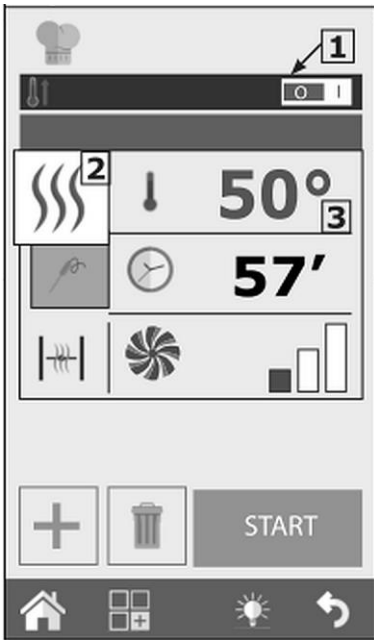
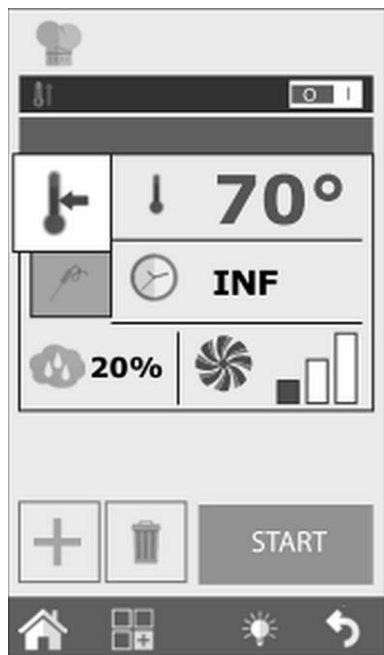

Fig. 10
Fig. 15
La touche 2 (Fig. 10) est réglée par défaut sur le mode de cuisson **Convection**.
De plus, il est possible d'activer et de désactiver cette fonction en appuyant sur la touche 1 (Fig. 10) à droite ou à gauche.
En appuyant sur la touche 3 (Fig. 10) , il est possible de régler la température de la chambre du four. La température, qui peut être réglée, est modifiée selon le mode de cuisson sélectionné.
2. Pour modifier la phase de cuisson en mode de maintien de la température, appuyer sur la touche Mode de cuisson (2, Fig. 10) et choisir le symbole MAINTIEN DE LA TEMPÉRATURE (Fig. 15).